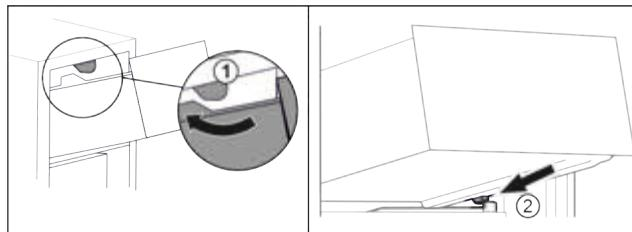

Fig. 61
- Обвести висувний ящик навколо верхнього стопора. Fig. 61 (1)
- Встановити висувний ящик за нижніми стопорами на ребро для резервуару навскоси. Fig. 61 (2)